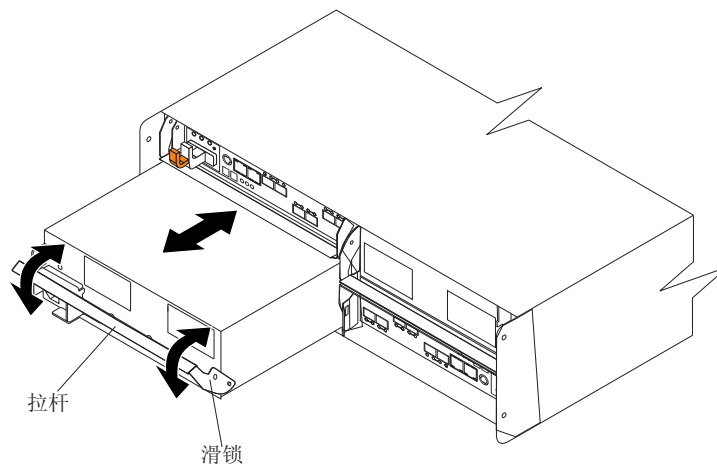

图 17. 卸下电源和风扇单元
2. 如图 17 中所示，慢慢地将拉杆从机箱拉出以卸下电源和风扇单元。